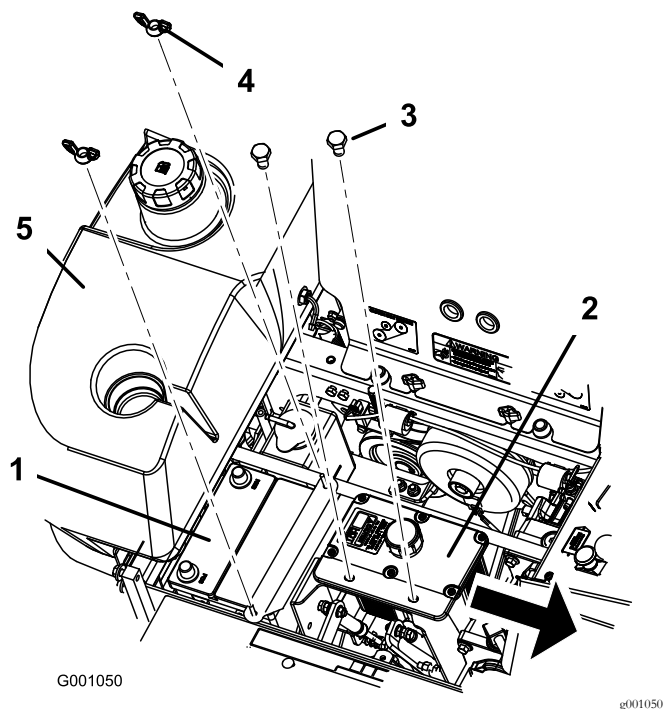

Figura 51
6. Retire ambas tuercas de orejeta ($\frac{1}{4}$ ") que fijan la brida de la batería (Figura 51).
7. Retire los dos pernos que sujetan el depósito de aceite hidráulico (Figura 51).
6. Fije la batería con pernos en J, una brida de sujeción y 2 arandelas ($\frac{1}{4}$ "), y 2 tuercas de orejeta ($\frac{1}{4}$ ") (Figura 51).